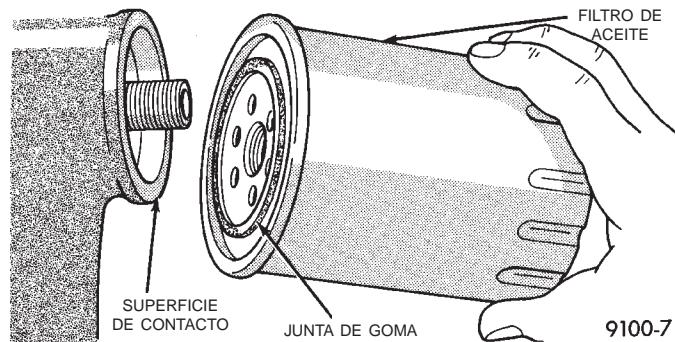

Fig. 10 Superficie de contacto del filtro de aceite—característica
(4) Cuando el filtro se separa del racor del adaptador, incline el extremo de la junta hacia arriba para evitar que se derrame el aceite. Retire el filtro del vehículo.
(5) Cerciórese de que la junta vieja salga con el filtro de aceite. Con un paño limpie el aceite y la suciedad de la superficie de contacto de la junta (Fig. 10).
(2) Enrosque el filtro en el racor del adaptador. Cuando la junta toca la superficie de contacto, (Fig. 10) apriete manualmente el filtro una vuelta completa sin apretar en exceso.
(3) Agregue aceite, verifique el nivel de aceite del cárter y ponga en marcha el motor. Inspeccione si existen fugas de aceite.